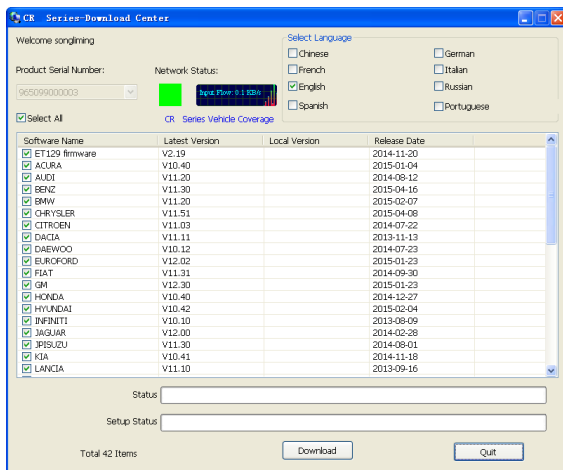

Abbildung 7-7
9. Öffnen Sie die CR-Update Suite erneut und wählen Sie die Updates, die Sie durchführen möchten oder klicken Sie [Select All] (=alle auswählen) und klicken Sie [Download]. (Abbildung 7-7)